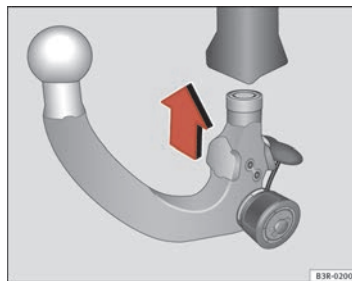

Fig. 167 Dispositivo desmontable para remolque: Colocar la rótula
- Coloque la rótula pretensada en el tubo de enclavamiento y haga presión hacia arriba en la dirección que indica la flecha ⇒ página 216, fig. 167 ⇒ . El proceso de bloqueo se realiza de un modo automático. En ese momento debe poder oírse claramente un chasquido de encastre.